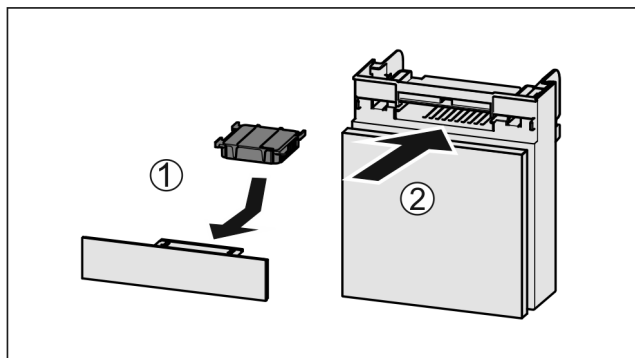

Fig. 162
- Inserire il vano Fig. 162 (2).